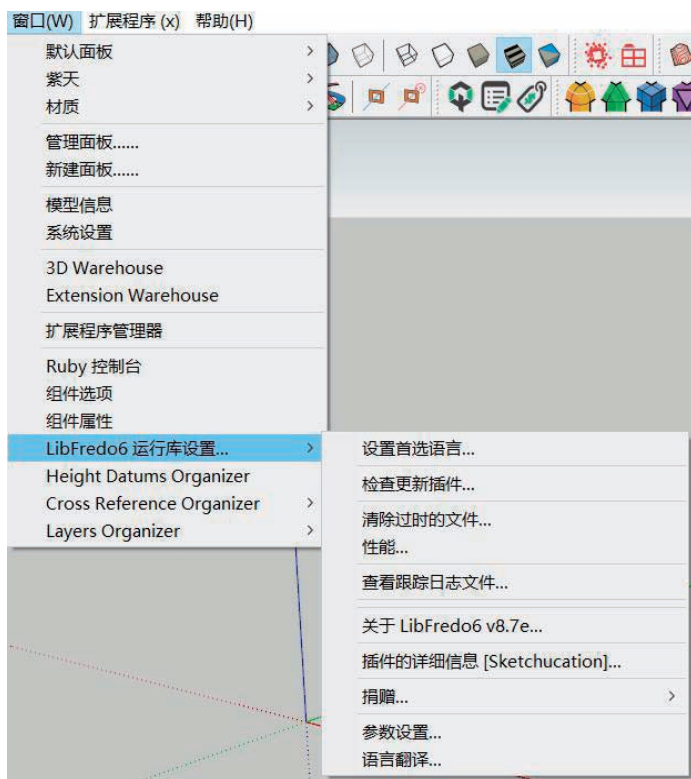

图 2.1.2 设置成中文后的菜单命令
- 重新启动 SketchUp 后，同一个菜单变成了中文的，如图 2.1.2 所示。更重要的是，所有已经安装或即将安装的弗雷多编制的插件都将以中文显示。